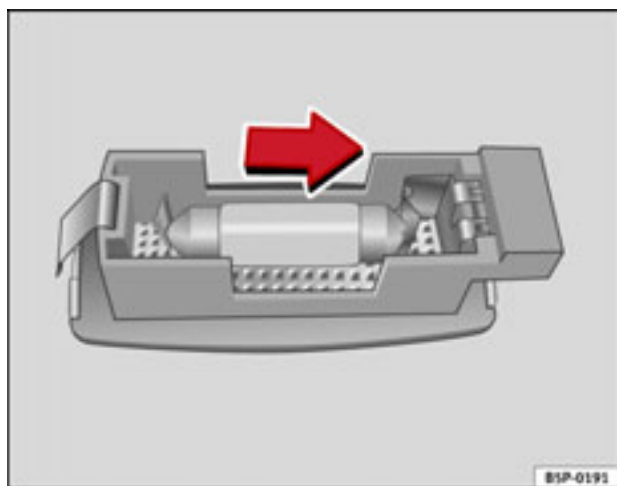

Fig. 172 Desmontaje luz del parasol
- Retire la luz con cuidado, utilizando el destornillador por su parte plana, tal como indica la figura. ⇒ fig. 172.
- Retire la lámpara, moviéndola en el sentido de la flecha y hacia afuera. ⇒ fig. 172